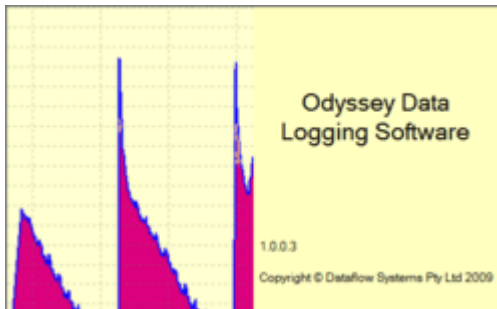

Figura 1. Programa ODYSSEY
4.2 Inicie el programa ODYSSEY. Ver figura 1.